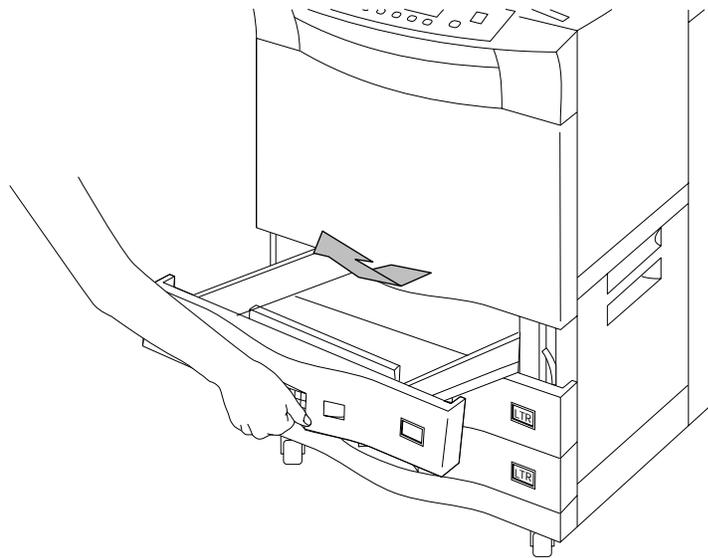

Abbildung 4-48 Papierfach herausnehmen
2. Heben Sie das Papierfach an, und nehmen Sie es heraus (siehe Abbildung 4-48).